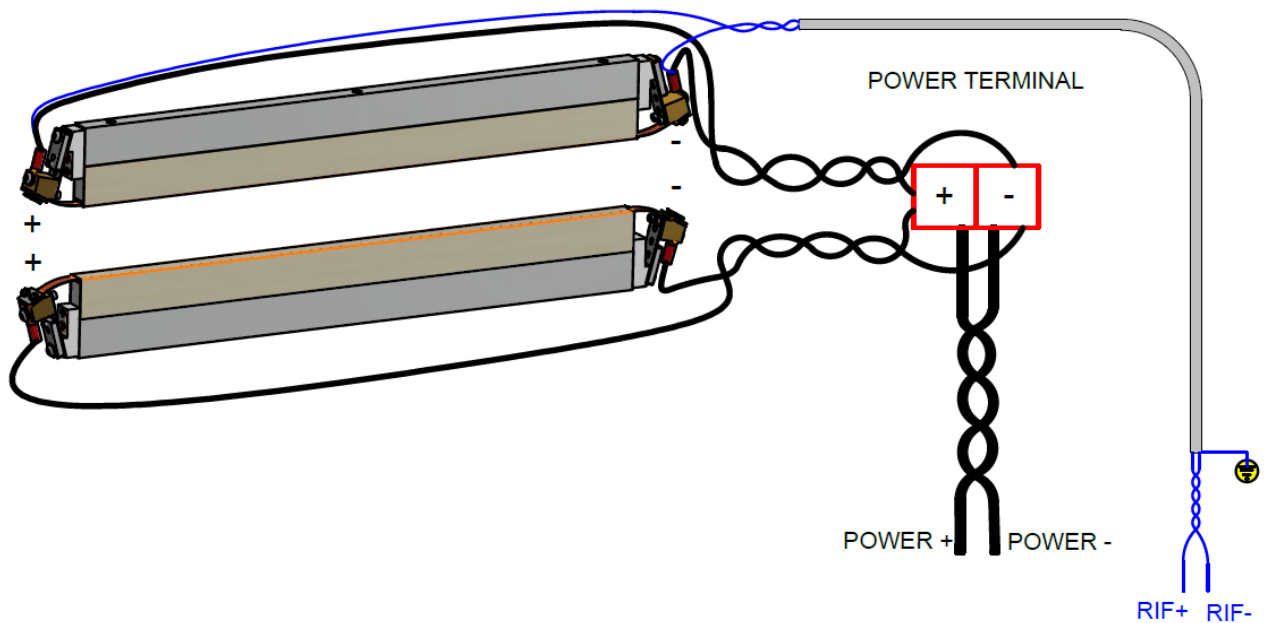

Figure 10
**Il est fondamental d'assurer que sur les barres de soudage opposées les éléments de soudage sont polarisés de façon cohérente, comme indiqué au schéma illustré à la Figure 10, de manière à éviter des zones avec des températures excessives (voir par. 5.3.8).**
La Figure 10 affiche le câblage effectué avec deux bandes métalliques en parallèle: les câbles de puissance sortent du même côté et sont twistés jusqu'à la plaque à bornes de puissance à bord de la machine.
Les câbles de référence CN6/1 et CN6/2 (voir le par. 4.2.6) doivent être blindés-twistés ou du moins twistés et d'une section d'au moins 1 mm2 (il est possible d'utiliser par exemple le câble code 3EA0015 fourni par 3E): dans le cas de câble blindé connecter l'écran uniquement du côté du thermorégulateur; la connexion idéale prévoit qu'ils soient directement fixés sur les bornes de l'une des deux bandes métalliques, comme indiqué à la Figure 10.